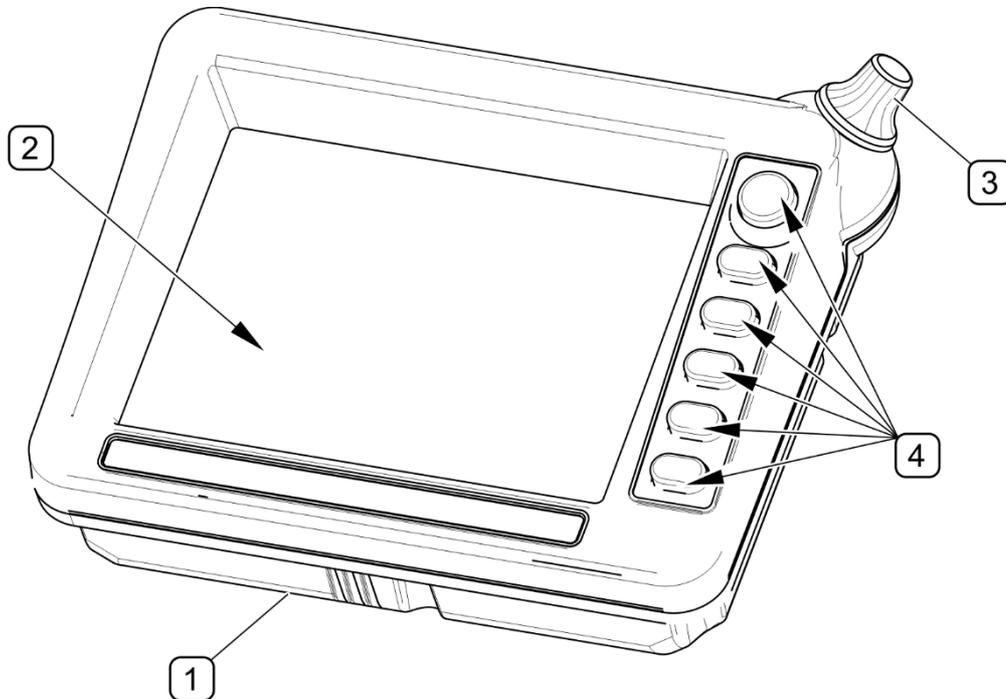

ABBILDUNG 4.16 Allgemeiner Aufbau des Steuerpults
(1) - Gehäuse; (2) - LCD-Anzeige; (3) - Drehregler; (4) - Funktionstasten
Das Steuerpult (ABBILDUNG 4.16) besteht aus dem Gehäuse (1), einer farbigen LCD-Anzeige (2), einem Drehregler (3) für die Änderung der Parameter sowie aus sechs Funktionstasten (4).